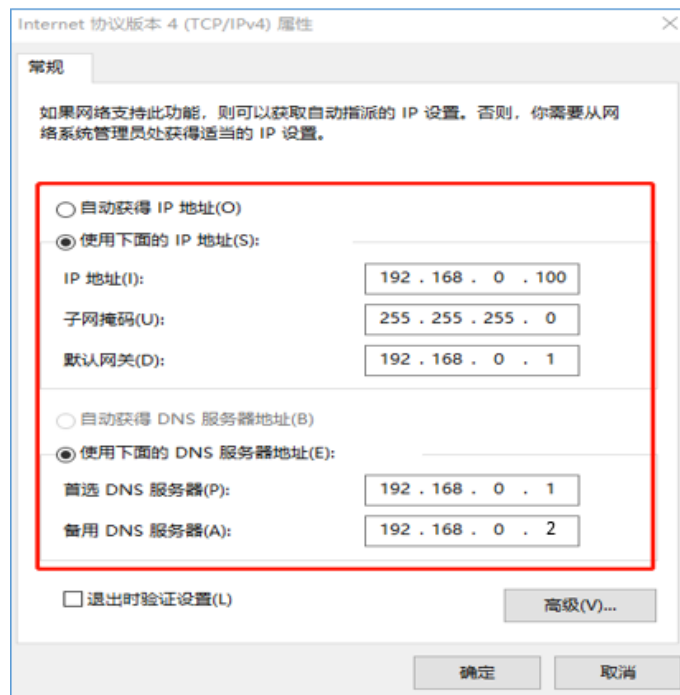

图 3-2 有线连接网络设置
- 2、使用有线连接进行数据传输，有限传输须将 IP 地址和 DNS 服务器地址修改为图 3-2 这种模式